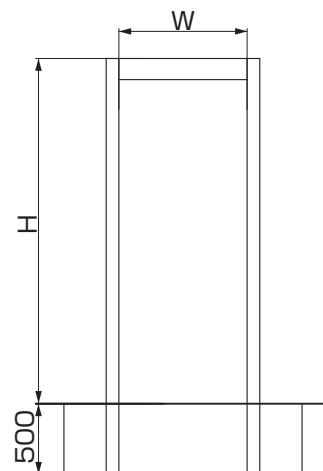

図1-3 フレーム施工について
- フレーム施工寸法を確認してください。(図1-3、表1-2参照)